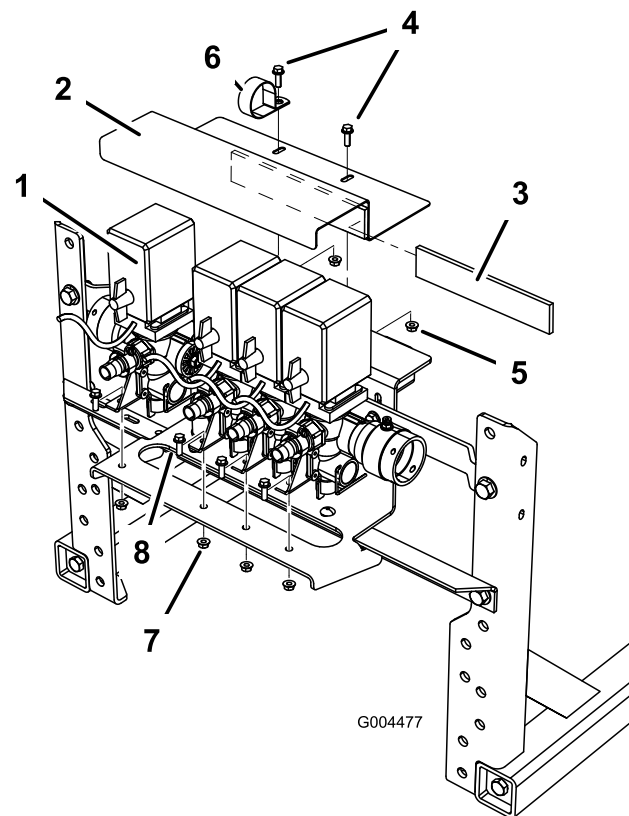

Figura 11
5. Prenda o conjunto da válvula ao suporte de apoio da válvula utilizando os dispositivos de fixação que removeu anteriormente (Figura 11).
6. Instale a tira de esponja no suporte da válvula superior (Figura 11).